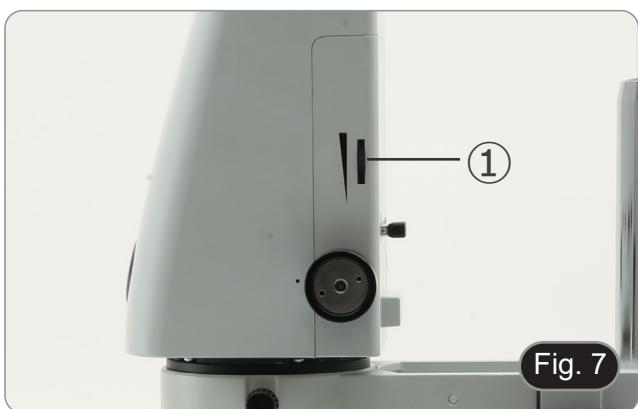

Fig. 7
1. Tournez la bague de réglage de la lumière ① sur le côté droit du corps du microscope. (Fig. 7)